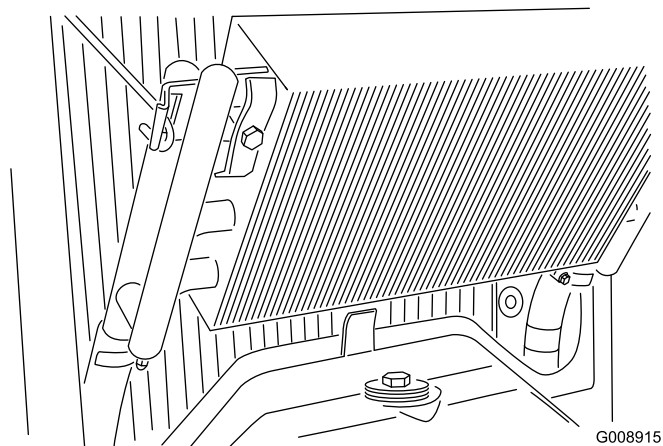

Figura 64
4. Sbloccate il radiatore dell'olio e giratelo indietro (Figura 64).